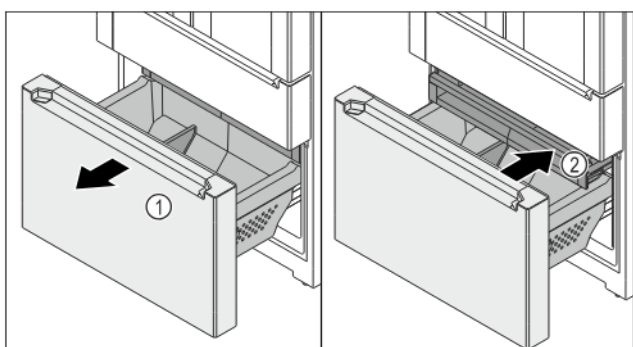

Fig. 152
- Wózek wysuwany Fig. 152 (1) wysunąć aż do oporu.
- Szuflada Fig. 152 (2) jest wysunięta automatycznie.
- Wsunąć szufladę Fig. 152 (2).